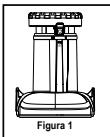

Figura 1
2. Coloque a cesta do filtro em cima da base do motor (figura 1).
6. Quando sua centrífuga estiver ligada, coloque as frutas e os legumes dentro do tubo de alimentação e use o bastão para empurrá-los para baixo. Coloque o bastão no tubo de alimentação, certificando-se de que a seta “▼” no bastão esteja alinhada com o ícone indicador de centrifugar suco “►” (Figura 1 e 2). Para melhores resultados e maior extração de suco, é importante empurrar os alimentos devagar.
5. Coloque o bastão para empurrar os alimentos de volta no orifício para colocar os alimentos certificando-se de que a lingueta “” do bastão esteja alinhada com a parte superior do mecanismo de autolimpeza “” (veja a figura 1).
1. Certifique-se de que a centrífuga se encontra na posição de desligada “O” e desconecte-a da tomada (figura 1).
- Coloque o suporte do filtro em cima da base do motor (figura 1).
1. Certifique-se de que o aparelho se encontra na posição de desligado "O" e desconecte-o da tomada (Figura 1).
2. Coloque a base do acessório em cima da base do motor certificando-se de que a mesma esteja bem assentada (Figura 1).
1. Certifique-se de que o aparelho se encontra na posição de desligado “O” e desconecte-o da tomada (Figura 1).